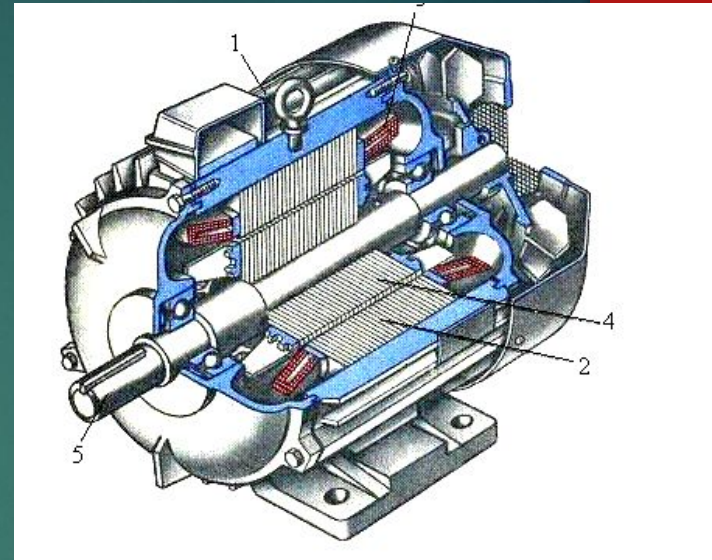

Рис.1. Асинхронна машина з КЗ ротором у розрізі:
- ▶ з короткозамкненим ротором (КЗ) (рис.1 );